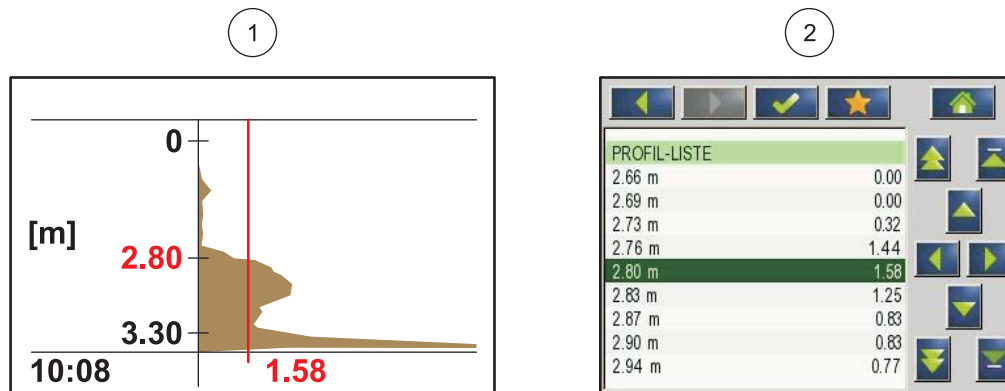

Figura 3 Perfil como gráfico e lista
Os ecos de camadas mais distantes são mais silenciosos (atenuados) do que aqueles de camadas mais próximas. O SONATAX sc compensa esta atenuação. O resultado obtido no SONATAX sc é designado como perfil. Os dados estão disponíveis no menu da sonda SENSOR SETUP (CFG SENSOR) > TESTE / MANUT. > SINAIS na lista de perfis (ver LIS. DE PERFIL na página 28) ((2) Figura 3). Com a utilização de um visor com funções gráficas (por exemplo, o sc1000) o perfil é indicado como gráfico na operação de medição ((1) Figura 3).